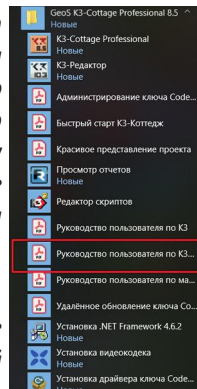

рис. 1
*Если по какой-то причине ключ не установился, можно запустить установку драйвера вручную. Нажмите **Пуск**, и там в папке **GeoS K3-Cottage Professional 8.5** найдите строчку **Установка драйвера ключа CodeMeter** (нижняя строчка на рис. 1, стр. 4).*